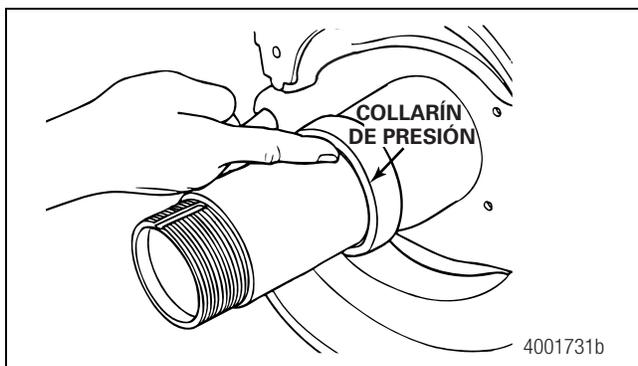
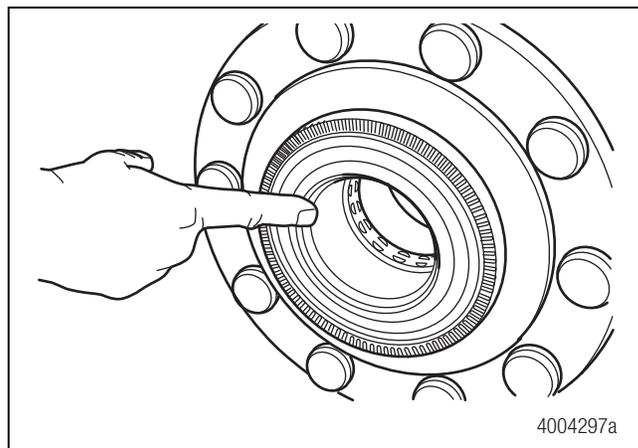

Figura 3.22
Figura 3.23
3. Utilice su dedo para verificar que el lado de la maza del collarín de presión del eje y el canto de la maza que hace contacto con el collarín de presión estén libres de desechos. Figura 3.22 y Figura 3.23.